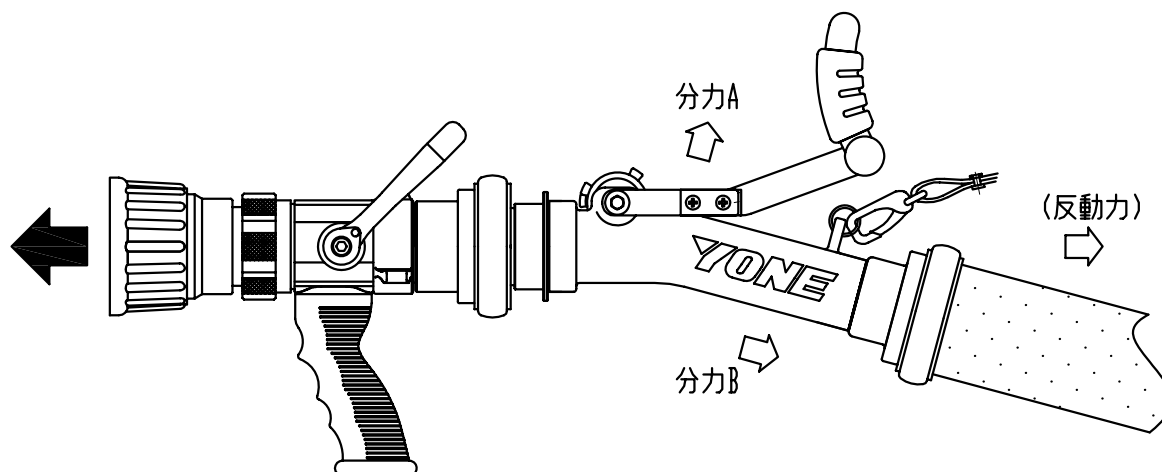

図2-2クアドラフォグノズル + PEH-40A・50A
- ・e-ノズルフォルダーでは独自の形状により下図のように反動力を分けることができます。(図2-2参照)。